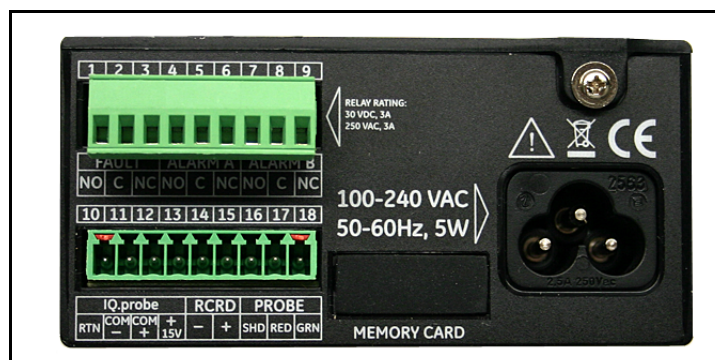
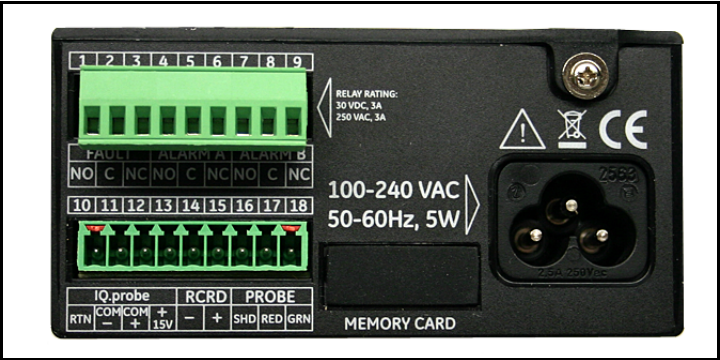

Figure 22: Onderste connector verwijderd
Figure 27: Onderste connector verwijderd
2. Verwijder de connector van het onderste aansluitblok aan de achterkant van de **dew.IQ** (zie *Figure 22* hieronder).
2. Verwijder de connector van het onderste aansluitblok aan de achterkant van de dew.IQ (zie Figure 27 hieronder).
Raadpleeg *Table 2* hieronder om uw analoge recorder aan te sluiten op pennen 14 en 15 van het onderste aansluitblok achteraan de **dew.IQ** (zie *Figure 22* on page 19 of *Figure 27* on page 22).